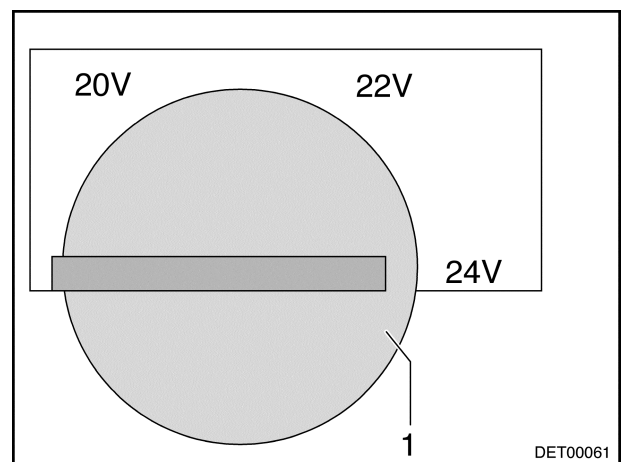

Bild 105 Regler für Fußbodenheizung
- Regler (Bild 105,1) auf gewünschte Heizstufe drehen.
- Regler (Bild 105,1) auf Stellung 0 drehen.